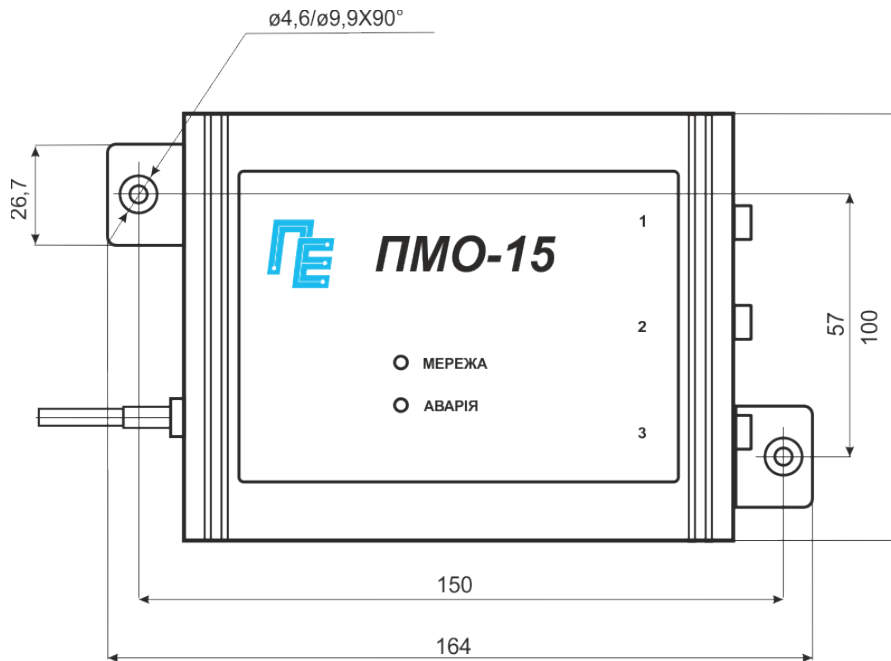

Рис.1
2.6 Приборы выполнены в корпусе из ABS-пластика со степенью защиты IP54. Габаритные размеры корпуса (без хомутов крепления) - 130*100*38 мм. Масса - не более 0,4кг. Внешний вид прибора (ПМО-15). приведен на рис.1